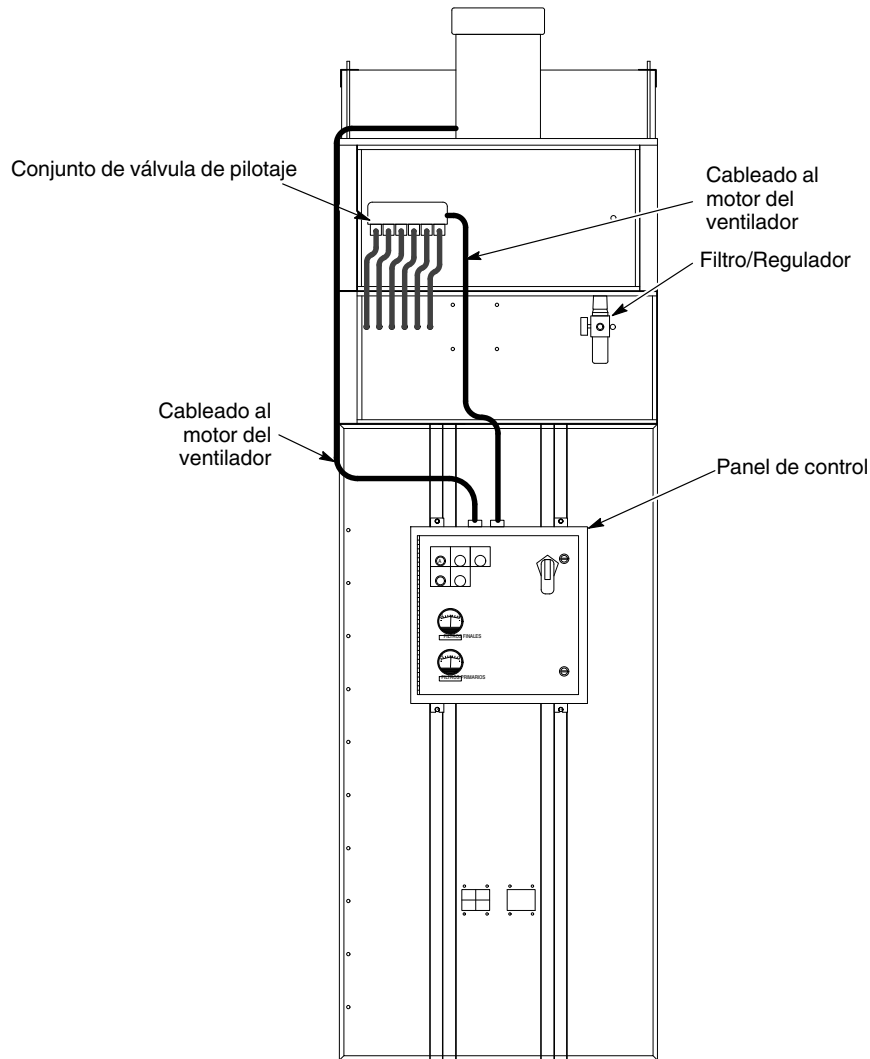

Figura 3 Instalación del panel de control, del conjunto de válvula de pilotaje y del filtro/regulador (se muestra orientación izquierda)
7. Ver la figura 3. Montar el panel de control, el conjunto de la válvula de pilotaje y el regulador en el lado apropiado del módulo de contenedor.
Ver la figura 3. Conectare el suministro de aire comprimido al filtro/regulador.